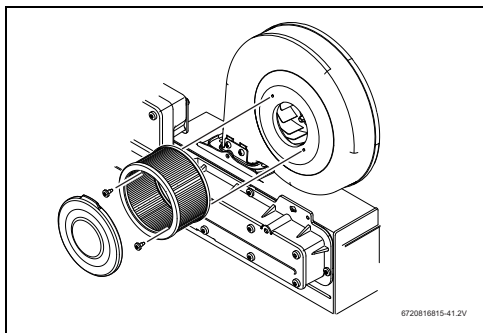

Fig. 54 Retirer/installer le filtre à air
- Vérifier si le filtre à air est propre et non endommagé. Le filtre à air est situé sur le dessus de l'appareil, attaché à l'assemblage du ventilateur, voir fig. 54.